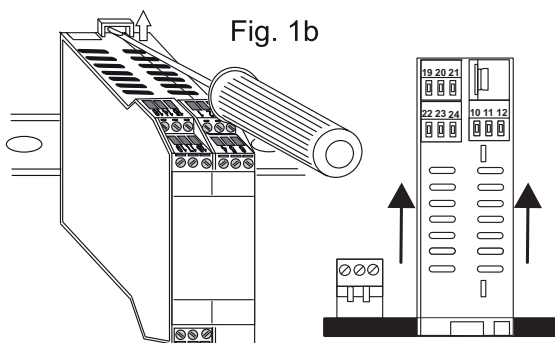

Fig. 1b
- 1) Spostare verso l'esterno i due ganci sul lato posteriore del modulo come illustrato in fig 1b.